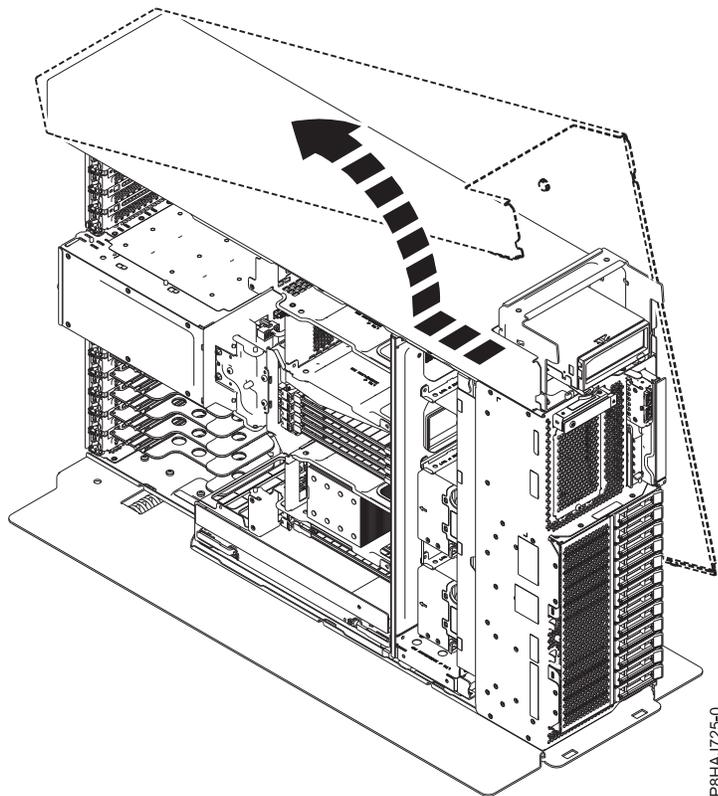

Abbildung 15. Seitenabdeckung bei einem eigenständigen System vom Typ 8286-41A ausbauen
5. Schieben Sie die Seitenabdeckung in der in Abb. 15 dargestellten Richtung vom System.